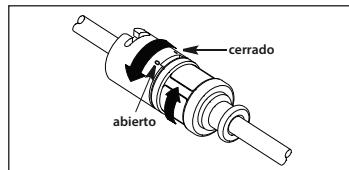

Figura 9
b. Si utiliza un protector de contaminación del catéter con un adaptador TwistLock, gire la mitad superior del conector distal en sentido horario para bloquear el catéter en su sitio. Recoloque el extremo proximal del protector del catéter según deseé. Gire las mitades superior e inferior en direcciones opuestas para bloquearlo en su sitio. Pruebe el adaptador tirando suavemente del catéter para asegurarse de que sujetá correctamente el catéter (consulte la figura 9).